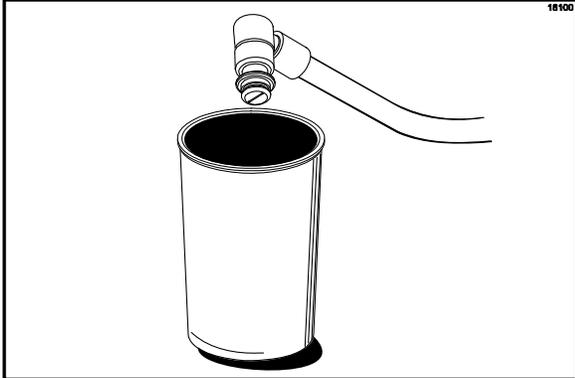

Figura 32
20. Es necesario cebar cada sabor de jarabe para purgar el aire de las líneas de jarabe. Para cebar las líneas de jarabe, levante la línea sobre un vaso vacío. (Vea la figura 32).